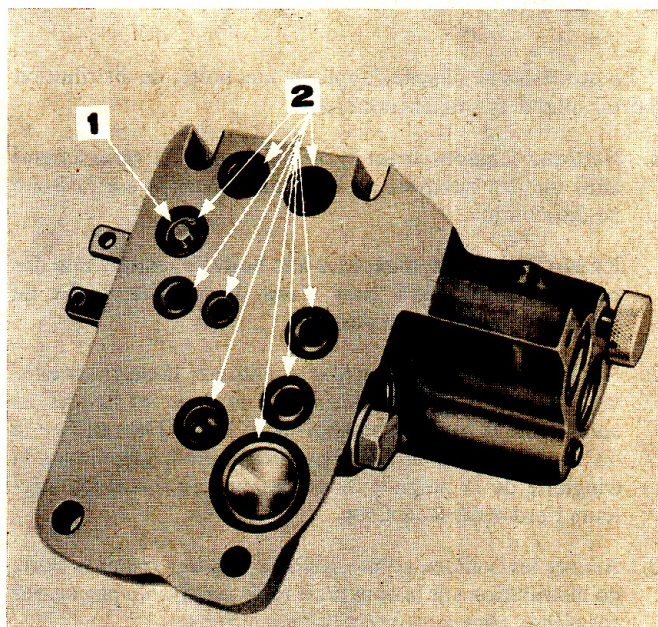

Fig. 5: Montage des joints toriques
2. Monter des joints toriques lubrifiés neufs suivant fig. 5.